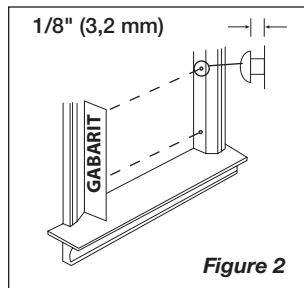

Figure 2
- Mark Screw locations on inside edges of window trim using enclosed Template. (Figure 2)
1. Marquez l'emplacement des vis sur les rebords intérieurs de la boiserie de fenêtre en utilisant le gabarit compris. (Figure 2)